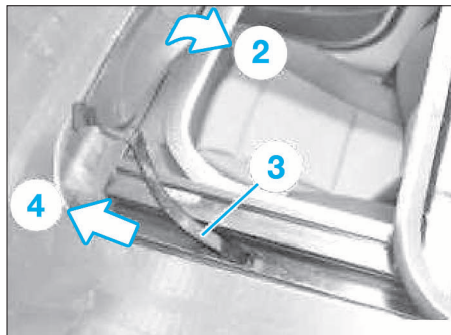

FIG. 71
- Soulever le déflecteur d'air dans le sens de la flèche (2) (Fig.71).
- Extraire ressort de relevage (3) à gauche et à droite, dans le sens de la flèche (4), hors de la cassette.